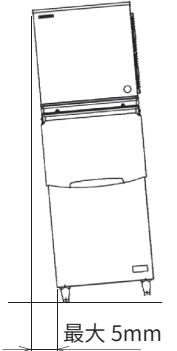

图 2
* 将本出冰装置/储冰箱在左右和前后方向上调水 平。如果使用储冰箱,请将储冰箱的支脚调水 平。见图2。